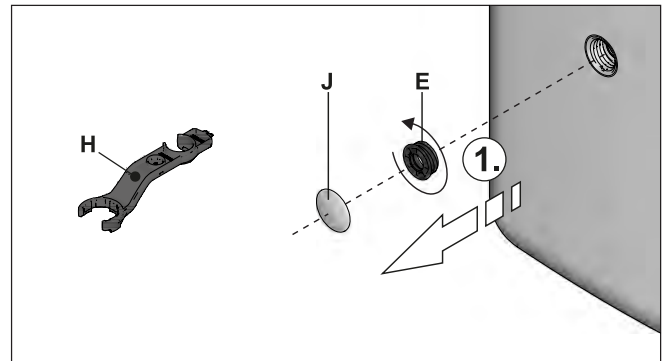

Bild 11-2 Gewindestück herauserschrauben
- 1 Abdeckblende (Bild 11-2, Pos. J) am Füll- und Entleeranschluss abbauen.
- Abdeckblende am Handgriff abbauen und Gewindestück (Bild 11-2, Pos. E) aus Speicherbehälter herauserschrauben.